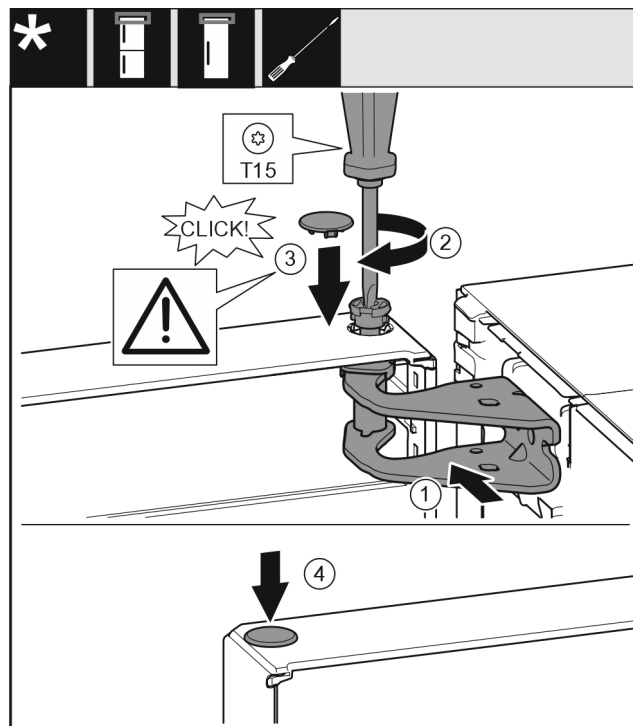

Fig. 21
- ▶ Tür oben zur Öffnung im Lagerbock *Fig. 21 (1)* ausrichten.
- ▶ Bolzen *Fig. 21 (2)* einsetzen und mit Schraubendreher festschrauben.
- ▶ Abdeckung *Fig. 21 (3)* einsetzen.
- ▶ Kontrollieren, dass die Abdeckung *Fig. 21 (3)* auf der Tür aufliegt.
- ▶ Abdeckung *Fig. 21 (4)* einsetzen.